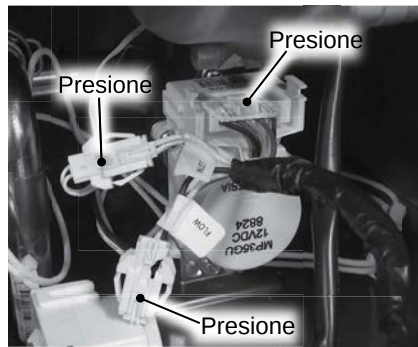

Figura 218 - Ubicación de los mazos de cables.
16 Ubique la válvula de control de flujo en el lado inferior derecho del calentador de agua, como se muestra en la Figura 218. Desconecte los tres (3) mazos de cables de la válvula marcados:
22 Vuelva a conectar los tres (3) mazos de cables a la válvula de control de flujo que se desconectaron anteriormente en el **Paso 16**. Confirme que las conexiones del cableado estén firmes. Consulte la Figura 218.